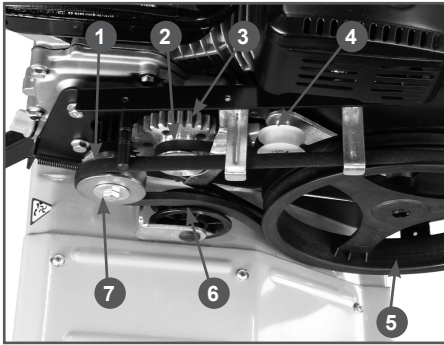

Рис. 26 Обслуживание ремней привода
- Снимите ремень 1 переднего хода со шкивов вала двигателя 7 и редуктора 5 (Рис. 26).
4. Снимите ремень 2 заднего хода со шкивов шестерни 3 заднего хода и редуктора 5 (Рис. 26).